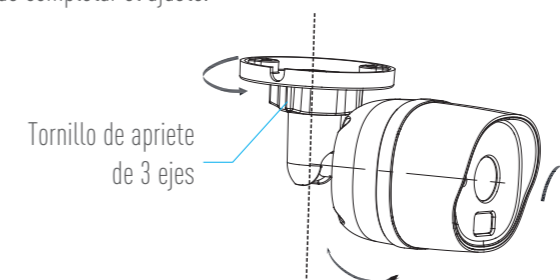

Figura 3 Ajuste de la cámara
6. Ajuste la cámara, según lo indica la figura 3 para obtener un ángulo óptimo.